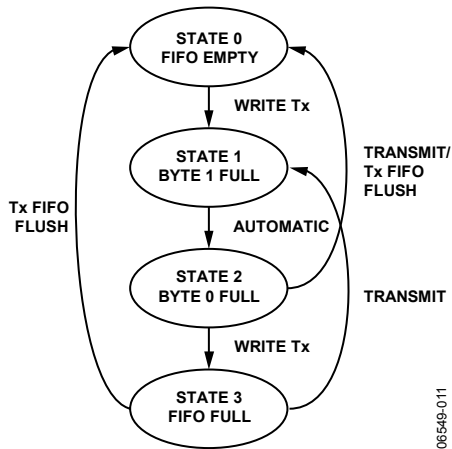

图 13. 发送 FIFO 状态机
- 如果字节 0 为空，字节 1 中的字节将被自动推入字节 0。这可以通过状态机来说明（见图 13）。注意，I2C0FSTA 寄存器中的状态对用户是可见的。